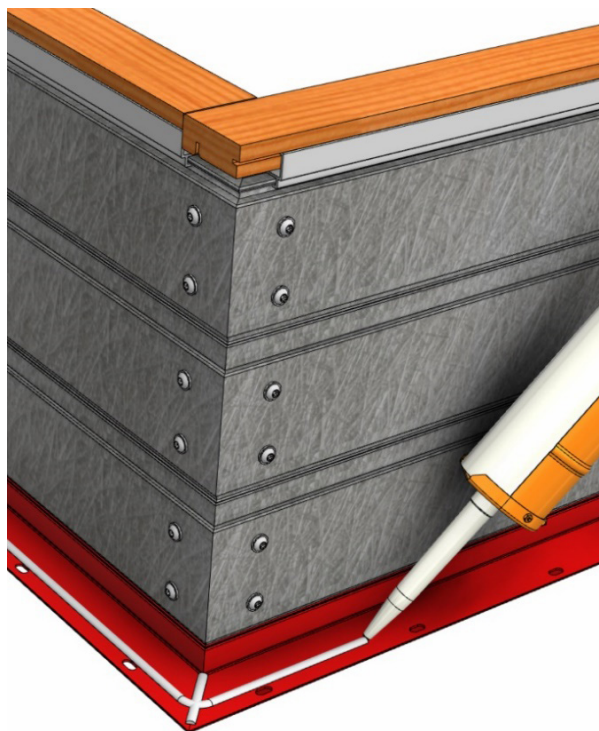

Fig 23
- Asegúrese de aplicar el cordón a lo largo de la unión entre el revestimiento de la jamba y el de la parte superior, tal como se muestra. (Fig. 23)